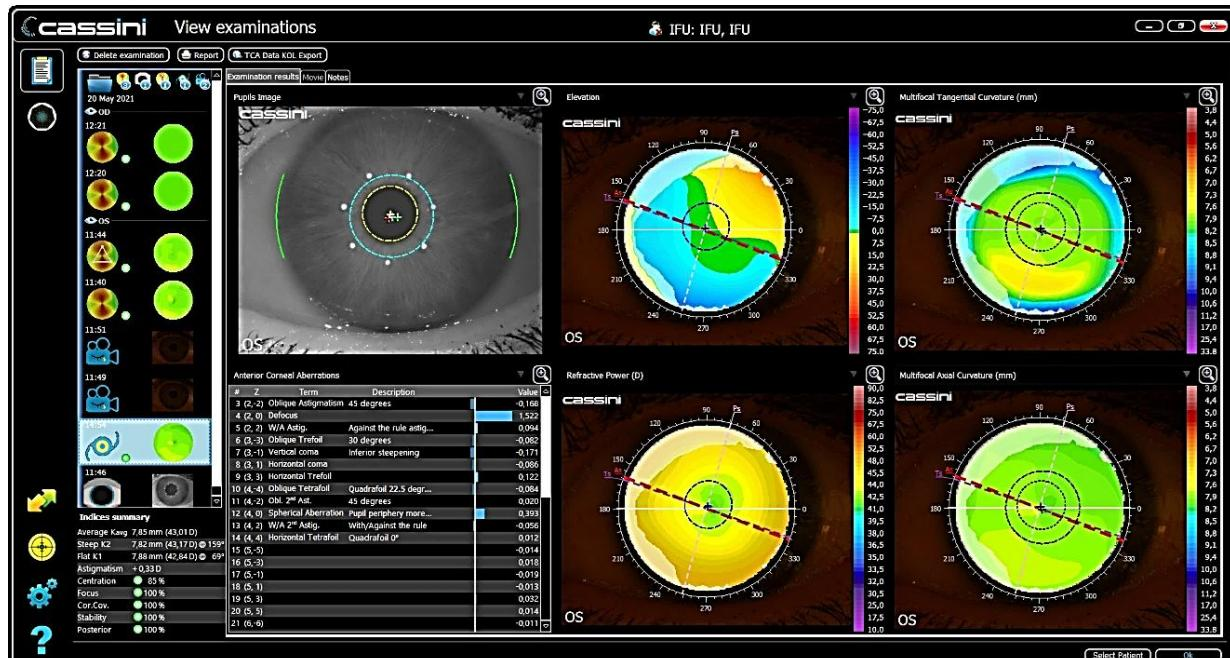

Figure 59 : SMART, vue « 6-Up »
- Le rapport SMART contient des informations sur le diamètre et les valeurs d'angle de la pupille et du limbe. Ce rapport inclut les images mésopiques et photopiques, les aberrations cornéennes, les qualificateurs d'implant toriques, les mesures de K, les Quality Factors et les indices de surface (voir Figure 59).